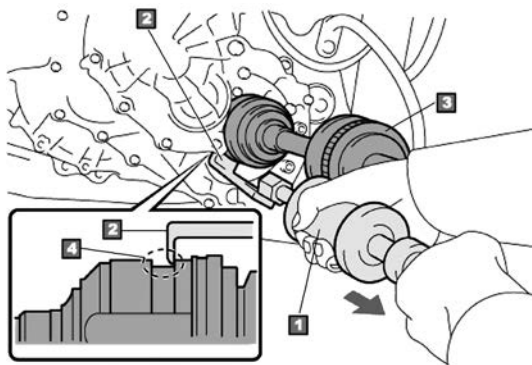

图 1-1-4 用滑锤拆卸驱动轴
(1) 用滑锤：用爪钩住部件，大力拉紧滑锤，通过配重冲击力拉出该部件，例如拆卸驱动轴，如图1-1-4所示。